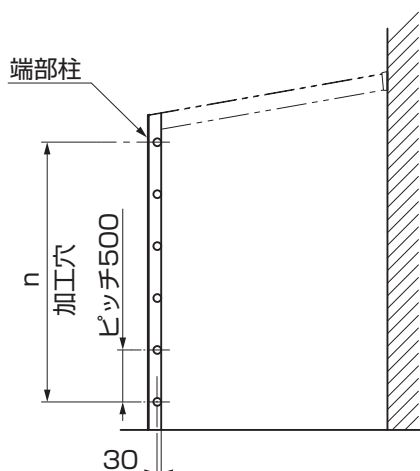
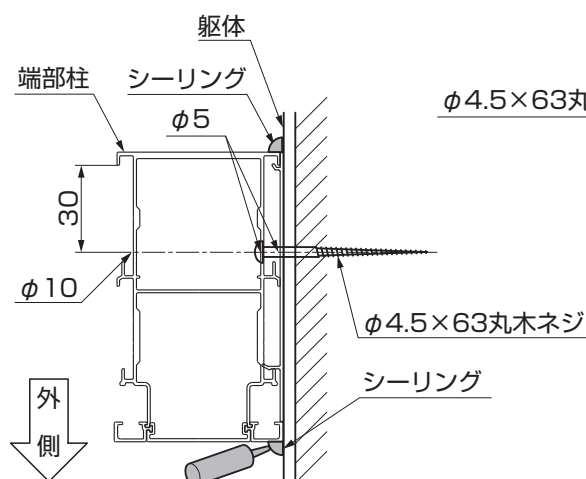
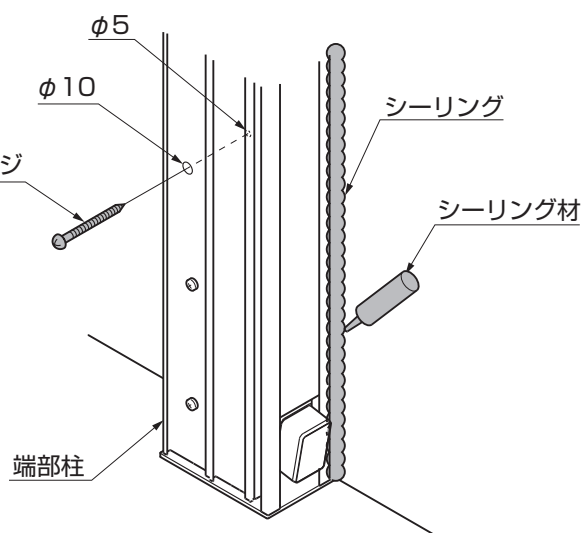

図6-2
図6-3
図6-4
- ①入隅側の端部柱に、φ10、φ5の穴をあけてください。（図6-2、図6-3、表6-1参照）
- ②端部柱と躯体を、「φ4.5×63丸木ネジ」で取付けてください。（図6-3、図6-4参照）
- ③端部柱と躯体の取合せ部にシーリングをしてください。（図6-4参照）